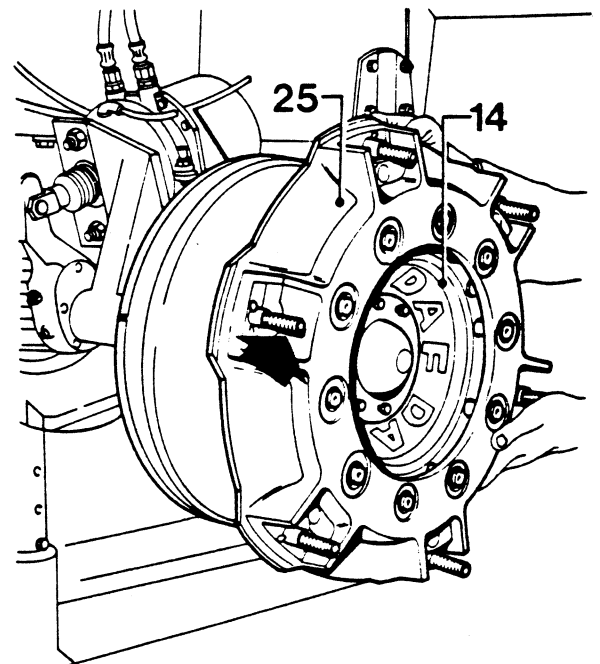

Fig. 12
1. Als het voertuig uitgerust is met speciale verloopringen 25 (Fig. 12) waarmee het mogelijk is om op normale naven Trilex-velgen te monteren, dan moeten voor wat betreft de bevestiging van deze verloopringen 25 op naaf 14 dezelfde punten in acht worden genomen als bij de uitvoering met normale velgen.
4. Bij voertuigen die uitgevoerd zijn met verloopring 25 (Fig. 12) moeten, na verwisselen van een wiel, na 100 km uiteraard alleen de wielmoeren van de Trilex-velg nagetrokken worden, zie de pijl in Fig. 12.